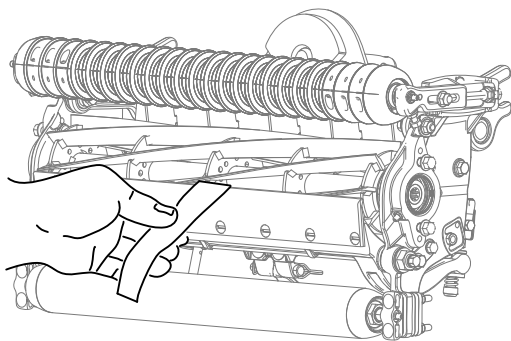

Figura 11
12. Pruebe el rendimiento de corte insertando una tira larga de papel de prueba del rendimiento de corte de Toro entre el molinete y la contracuchilla, perpendicular a la contracuchilla (Figura 11).